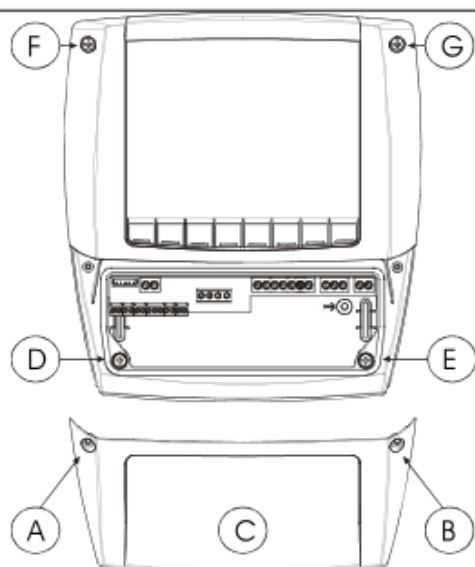

FIG. 1
1. Die 4 sichtbaren Schrauben lösen (Bild 1, A, B, F, G) und die Front abnehmen (Bild 1, C).
2. Zwei Schrauben (Bild 1, D, E) lösen, welche die Front und dahinterliegenden Teil verbindet. Danach hat man zwei Teile.
7. Die Front mit den vorgesehenen 4 Schrauben wieder anschrauben (Bild. 1, D, E, F, G). Bitte nicht zu fest anziehen, da sonst das Kunststoffgehäuse beschädigt werden könnte.
2. Die 4 sichtbaren Schrauben lösen (Bild 1, A, B, F, G) und die Front abnehmen (Bild 1, C).
3. Zwei Schrauben (Bild 1, D, E) lösen, welche die Front und dahinterliegenden Teil verbindet. Danach hat man zwei Teile.
7. Den hinteren und vorderen Teil miteinander verbinden und mit den vorgesehenen 4 Schrauben verbinden (4x35 mm), siehe Bild 1, A, B, D, E. Max. Tafelstärke: 6mm.